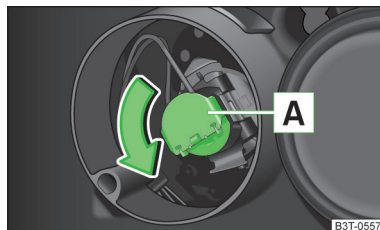

Fig. 203
- Girar el conector con la bombilla **A** » fig. 203 hasta el tope en dirección de la flecha.